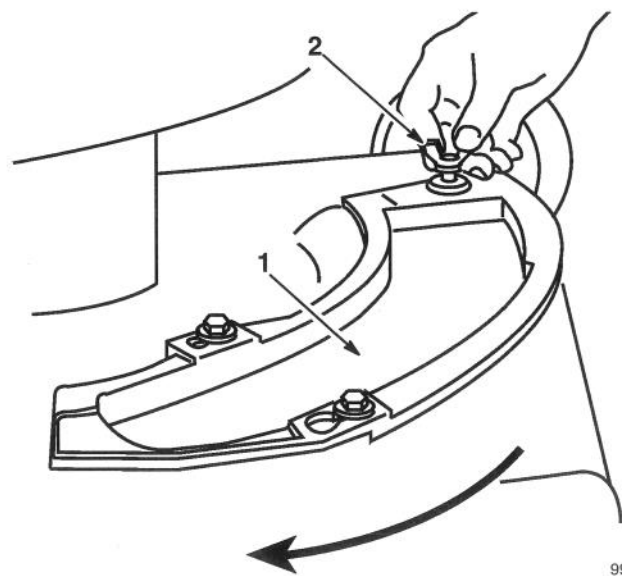

Figure 4
La tondeuse est livrée avec un obturateur (Fig. 4). Si la tondeuse est utilisée avec une décharge latérale, cet obturateur doit être installé dans l'ouverture du carter de la tondeuse.
2. Retirer la vis à ailettes fixant l'obturateur au carter de la tondeuse (Fig. 4).